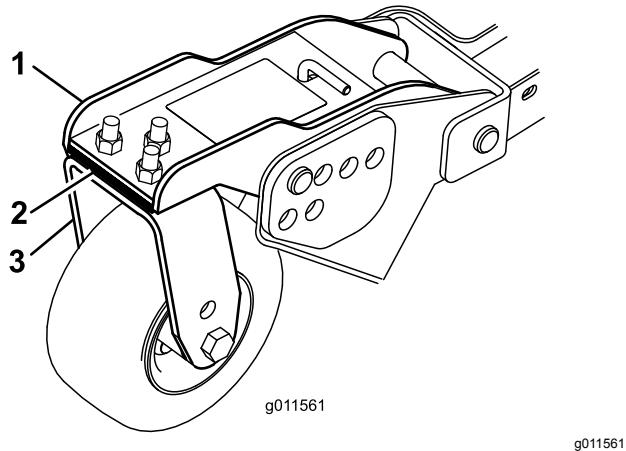

Figure 27
- Ajoutez ou retirez des cales de 3 mm sur le(s) bras pivotant(s) avant pour que la hauteur de coupe corresponde à celle indiquée sur l'autocollant (Figure 27).
- Si le bord intérieur du plateau de coupe latéral est trop élevé par rapport au bord extérieur du plateau de coupe avant, retirez une cale de 3 mm au bas du bras pivotant intérieur avant du plateau latéral (Figure 27).